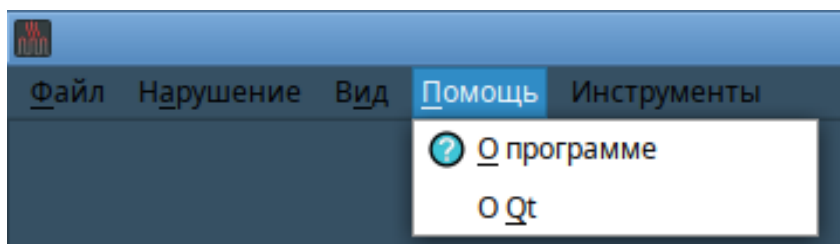
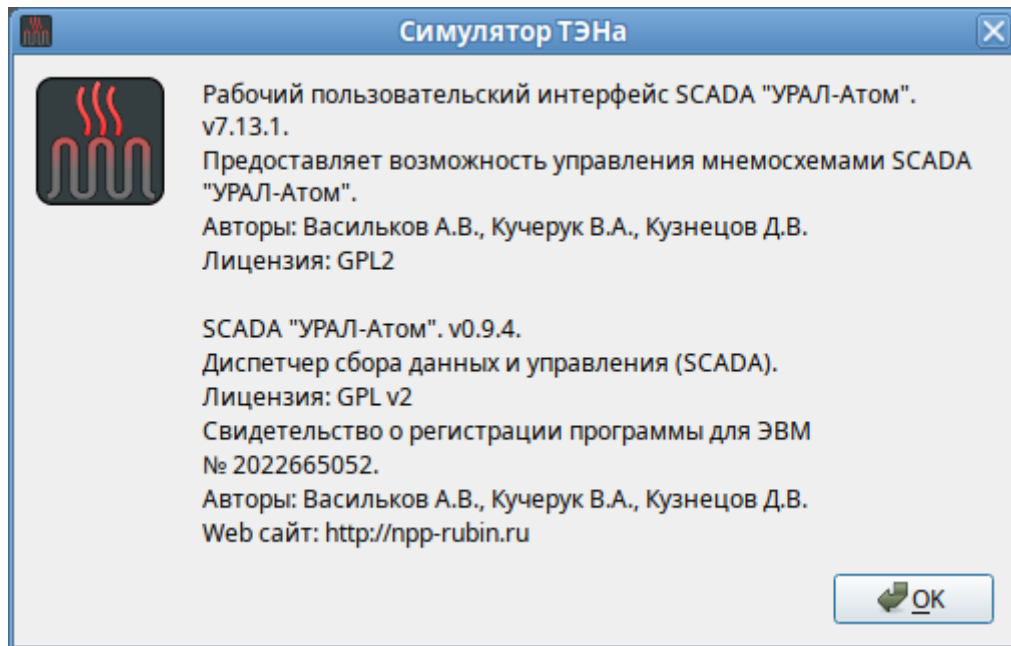
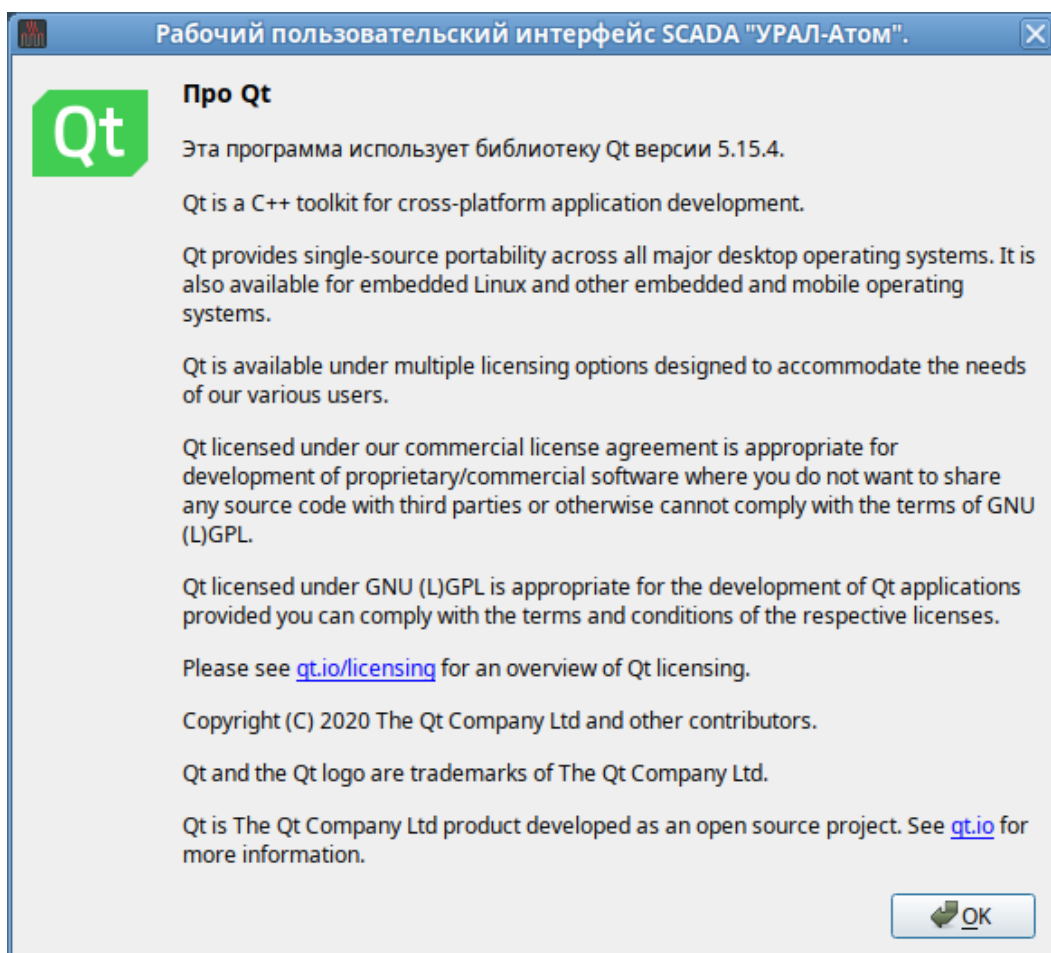

Рис. 10
Рис.11
Рис. 12
3.2.2.5. Пункт главного меню «Помощь» (рис. 10) предназначен для предоставления пользователю краткой информации о программе (рис. 11) и библиотеке QT, используемой в программе (рис. 12).